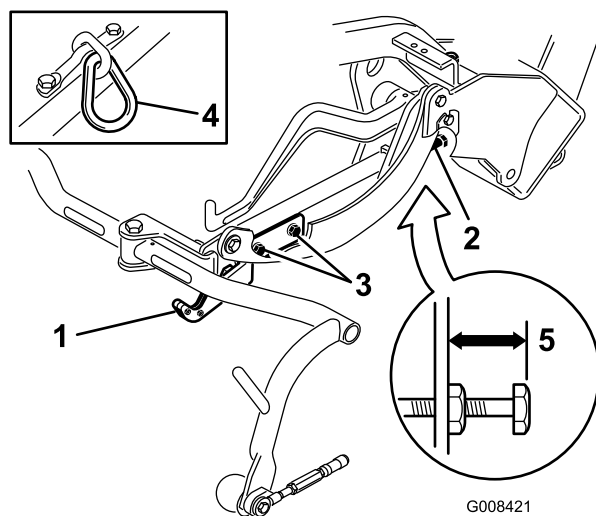
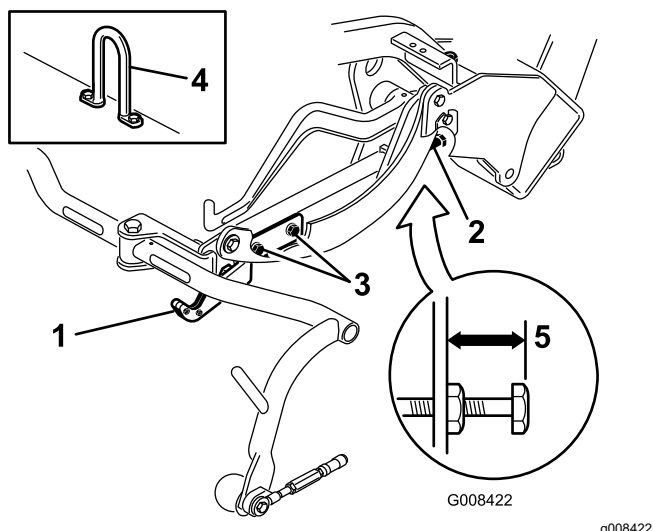

**Рисунок 10**
Рисунок 12
3. Если режущие блоки оснащены звеном цепи или прямой подъемной проушиной (Рисунок 11 и Рисунок 12, врезки), убедитесь, что расстояние от верха регулировочного винта несущей рамы до задней стороны несущей рамы составляет 22 мм. Если расстояние не равно 22 мм, перейдите к этапу 4. Если режущий блок оборудован подъемной серьгой (Рисунок 10), перейдите к следующему этапу.
Проверьте и при необходимости отрегулируйте транспортную высоту (Рисунок 11 и Рисунок 12).
2. Если режущие блоки оснащены изогнутой подъемной проушиной (Рисунок 10, врезка), убедитесь, что расстояние от верха регулировочного винта несущей рамы до задней стороны несущей рамы составляет 25 мм. Если расстояние не равно 25 мм, перейдите к этапу 4.
- Ослабьте винты крепления транспортной планки (Рисунок 11, Рисунок 12 и Рисунок 10).
- Если несущие рамы находятся на разной высоте, ослабьте контргайку на регулировочном винте несущей рамы (Рисунок 10, Рисунок 11 и Рисунок 12). Выкручивайте винт для подъема и вкручивайте для отпускания. При достижении требуемой высоты затяните контргайку.